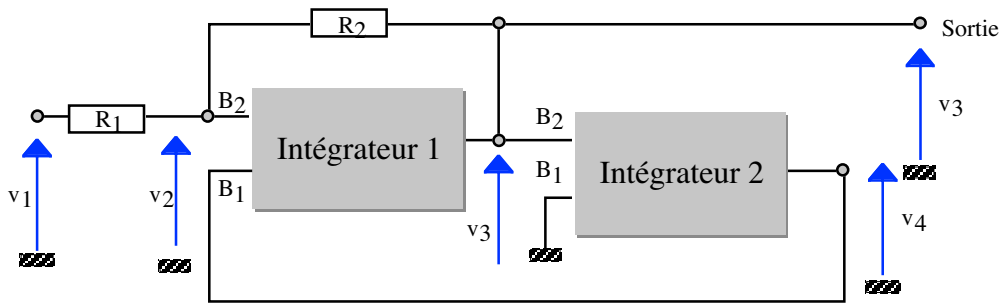

Figure 2
- L'intégrateur ci-dessus est associé à un deuxième intégrateur identique, suivant le montage de la figure 2. Regarder avec attention le sens de branchement des entrées B_1 et B_2 . Ecrire en régime sinusoïdal (notation complexe) et en appliquant la relation trouvée au 1^o, les trois relations qui existent entre les diverses tensions, v_1 , v_2 , v_3 et v_4 , puis calculer le rapport v_3/v_1 en fonction de R_1 , R_2 et θ .